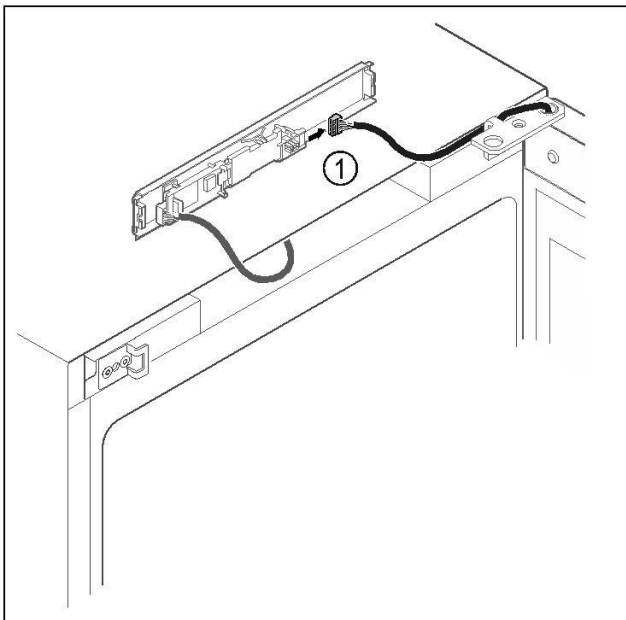

Fig. 14
|| Stekker Fig. 14 (1) van printplaat loskoppelen.